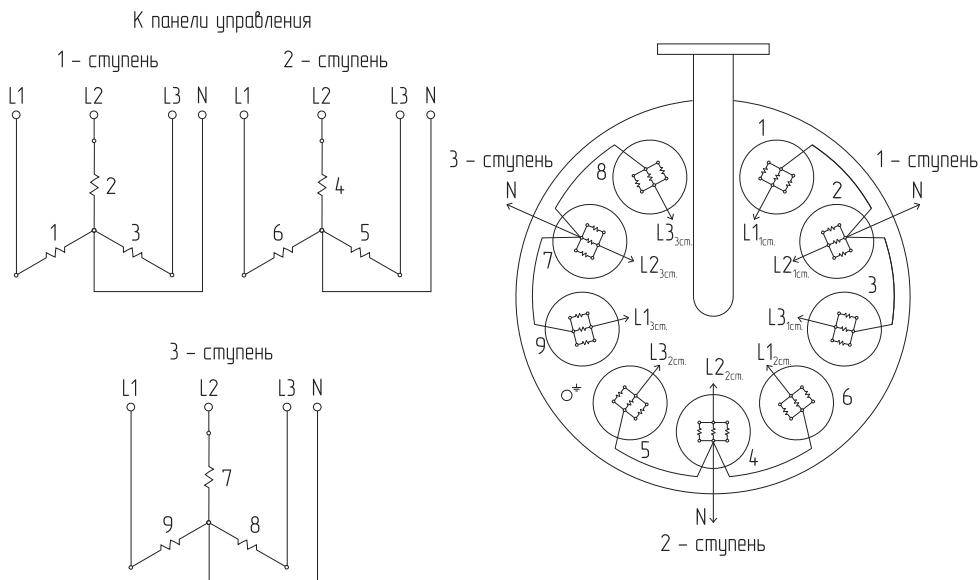
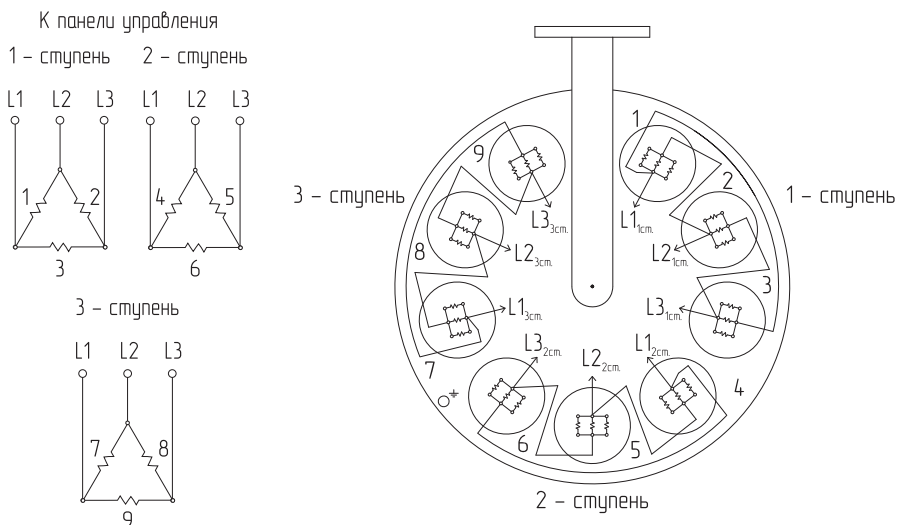

Рис. 2 Схема подключения «звезда» для ZOTA Prom от 60 до 100 кВт
Рис. 3 Схема подключения «треугольник» для ZOTA Prom от 160 до 400 кВт
- Подключите котел к панели управления согласно схеме подключения (см. **Рис. 2, Рис. 3**) (обращайте особое внимание на надежность электрических контактов);